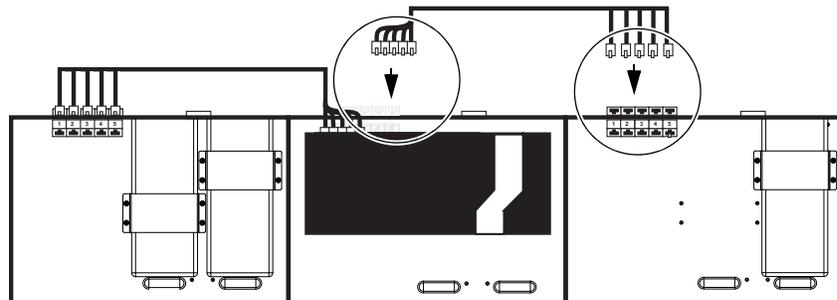

図 19. 次のケーブル・セットを右端のシャーシの Ethernet 端末ポートにつなぐ
- 5 残りのケーブル・セットとシャーシ（ただし、Ethernet スイッチを設置したシャーシは除く）について、上記のステップを繰り返します（図 19を参照）。